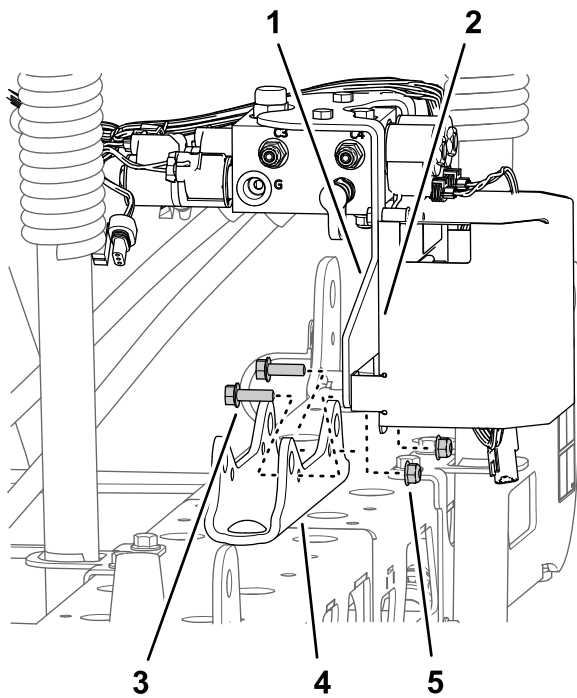

Figura 42
- **Máquinas con el kit opcional de nivelación del Ultra Sonic Boom:** Retire las 2 contratuercas con arandela prensada (5/16") y los 2 pernos con arandela prensada (5/16" x 1") que sujetan el soporte del distribuidor de elevación y el soporte del controlador TEC al soporte de los cilindros, y separe el distribuidor y su soporte del soporte de los cilindros (Figura 42).